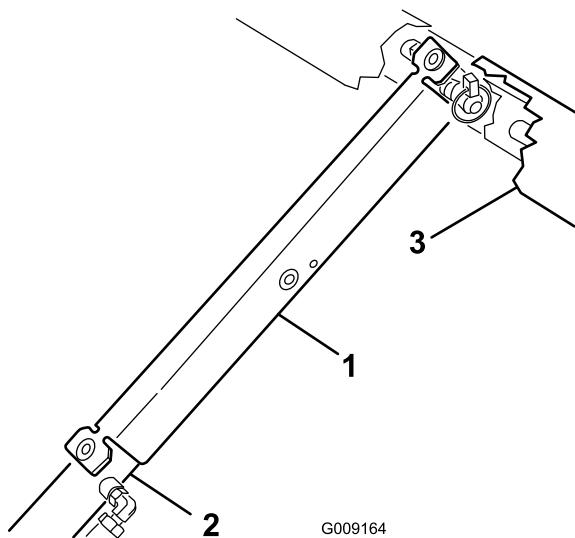

Figura 89
8. Spingete il supporto del pianale sull'asta del cilindro, assicurandovi che le alette alle estremità del supporto poggiino sull'estremità della canna del cilindro e sull'estremità dell'asta del cilindro di sollevamento (Figura 89).